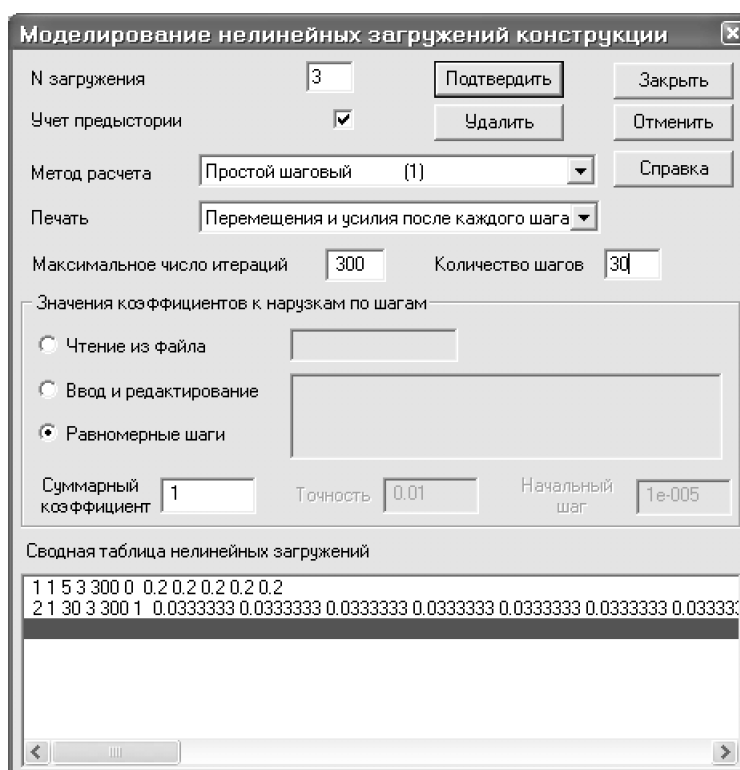

Рис.7.22. Диалоговое окно Моделирование нелинейных загрузжений конструкции
- Чтобы получить первую последовательность 1; 2 и 3 загрузки (полезная нагрузка в первом пролете), с помощью пункта меню **Нагрузки** ⇒ **Моделирование нелинейных загрузок конструкции** (кнопка  на панели инструментов) вызовите диалоговое окно **Моделирование нелинейных загрузок конструкции** (рис.7.22).
- в раскрывающемся списке выберите метод расчета – **Простой шаговый (1)**;